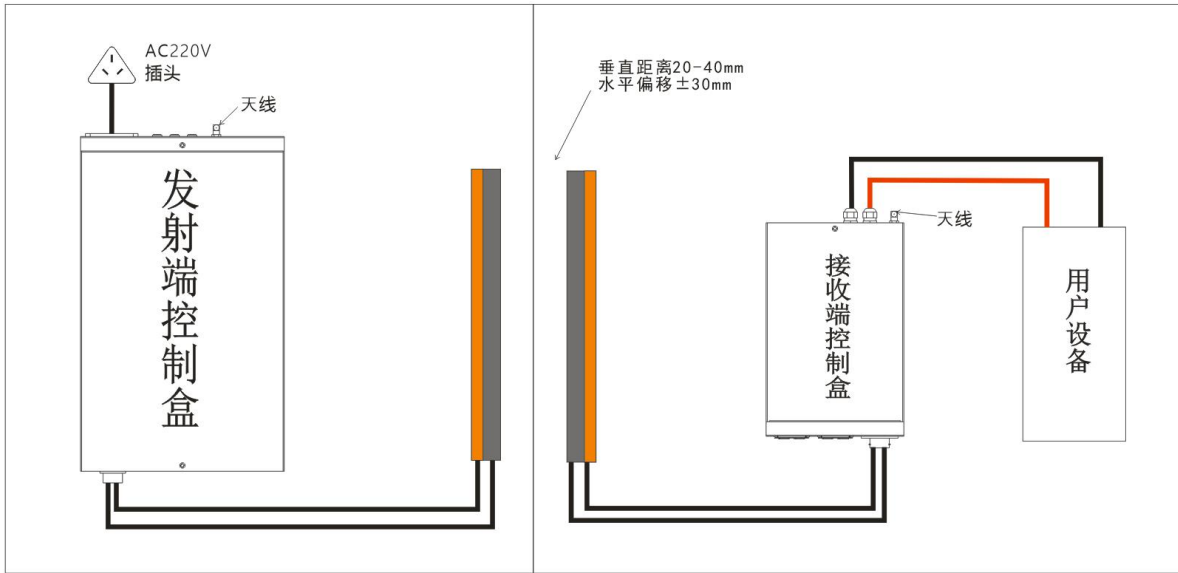

图 7.系统接线示意
- 3、接线方法如图 7 所示，发射线圈与接收线圈垂直接收范围为 20-40mm(不在接收范围内可能会无功率输出)，水平偏移尺寸为 $< 30\text{mm}$ 。接收端输出接用户设备红色线为正极，黑色线为负极；